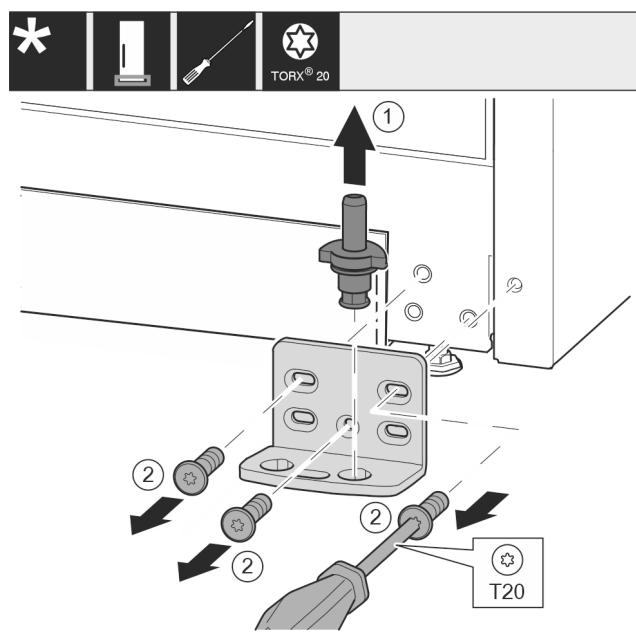

Fig. 15
- Ložiskový čep celý vytáhněte nahoru. Fig. 15 (1)
- Šroubovákem T20 vyšroubujte šrouby a odeberte stojan ložiska. Fig. 15 (2)